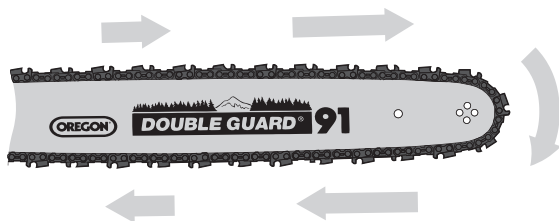

Рисунок 4. Розташування ланцюга на напрямній шині.
– тримаючи ланцюг обома руками, розташувати його вздовж напрямної, орієнтуючи його за напрямком руху (рис. 4) та ввести ланцюг в зачеплення з веденою зірочкою на «ноську» напрямної (рис. 4);